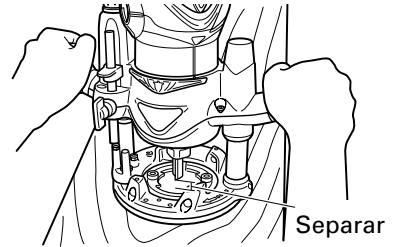

Fig. 7
- (1) Al conectar la alimentación, la broca debe estar separada de los materiales que se van a cortar. (Fig. 7)
- (2) Luego encienda la herramienta y espere hasta que la broca alcance la velocidad total.
- (3) Baje el cuerpo de la herramienta presionando la palanca de bloqueo hacia abajo.
- (4) Suelte la palanca de bloqueo en la posición más baja y empújela adicionalmente hasta que el cuerpo de la herramienta quede firmemente bloqueado.